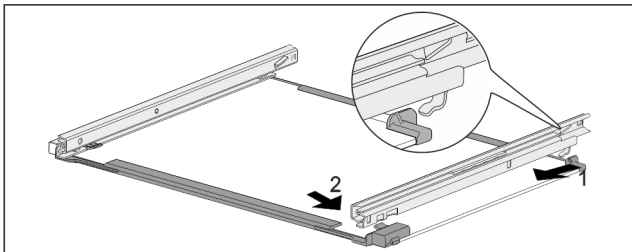

Fig. 181 Glasplaat met rails
- ▶ Rail achter vasthaken. Fig. 181 (1)
- ▶ Rail voor vasthaken. Fig. 181 (2)